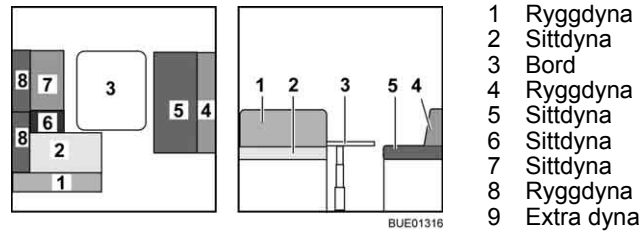

Bild 136 Före ombyggnaden
- Bygg om bordet (Bild 136,3) till sängbotten (se avsnitt 6.10).
- Tag bort ryggdynorna (Bild 136,1, 4 och 8) och lägg dem åt sidan.